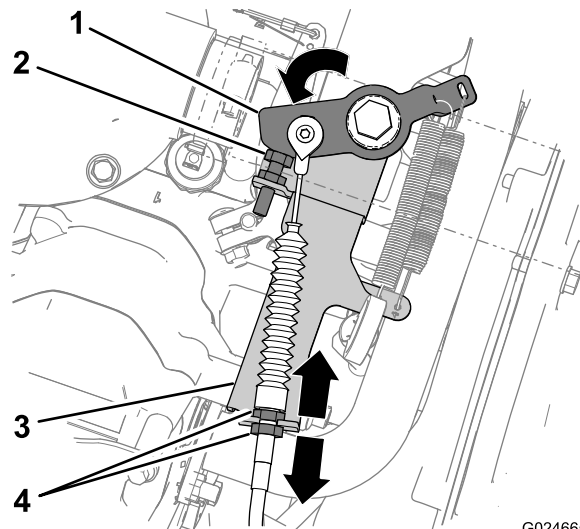

Figura 42
- Desaperte a porca de bloqueio interior do cabo do acelerador e aperte a porca de bloqueio exterior para diminuir a folga (Figura 42).
- Desaperte a porca de bloqueio exterior do cabo do acelerador e aperte a porca de bloqueio interior para aumentar a folga (Figura 42).
4. Certifique-se de que as porcas de bloqueio do cabo do acelerador estão bem apertadas (Figura 42).